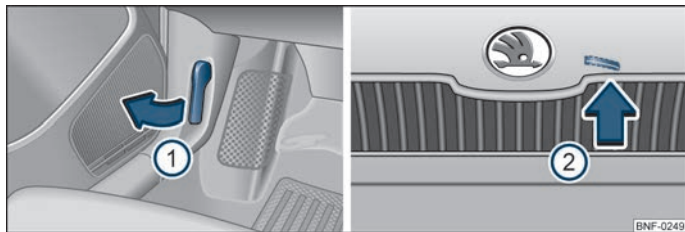

Fig. 90 Udløsning af motorhjelm
- Træk i udløserarmen under instrumentpanelet i venstre side ① ⇒ Fig. 90.
- Tryk udløserarmen i pilens retning ② ⇒ Fig. 90; motorhjælmen udløses.